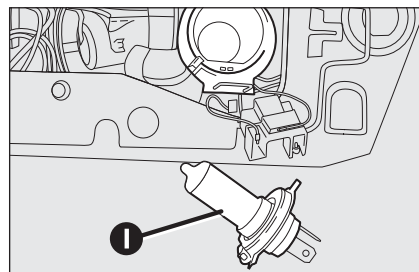

fig. 26
- ☐ saque la lámpara fundida **I**-fig. 26 e introduzca la lámpara nueva;